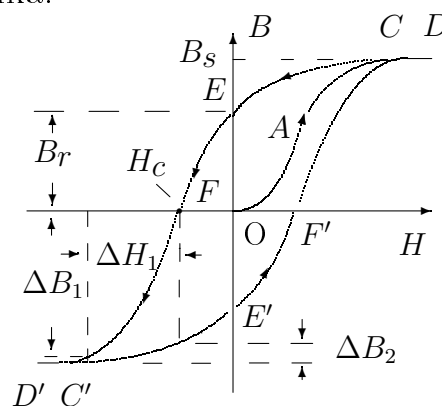
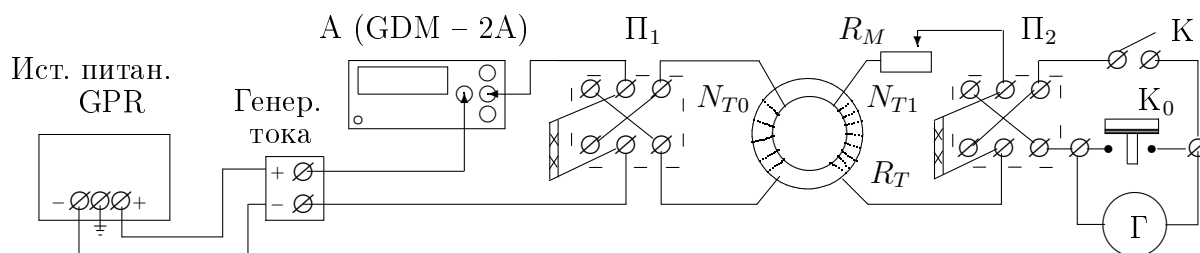
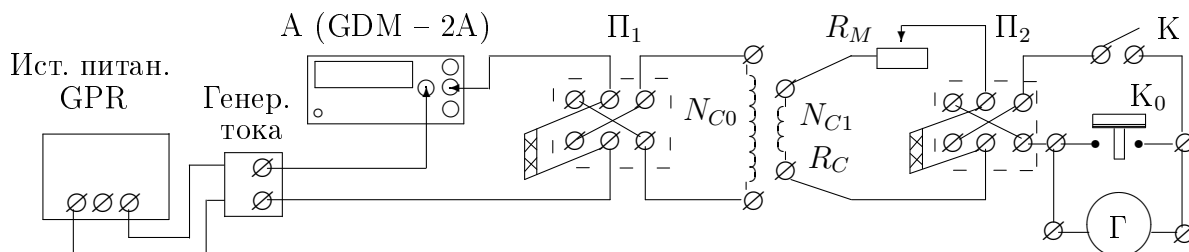
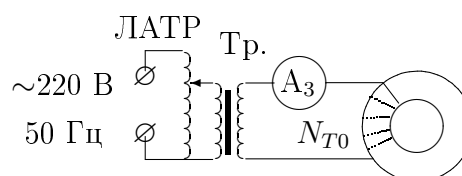

Рис. 1. Петля гистерезиса ферромагнетика
Рис. 4. Схема установки для исследования петли гистерезиса
Рис. 5. Схема установки для калибровки гальванометра
Рис. 6. Схема установки для размагничивания образца
Магнитная индукция B и напряжённость магнитного поля H в ферромагнитном материале неоднозначно связаны между собой: индукция зависит не только от напряжённости, но и от предыстории образца. Связь между индукцией и напряжённостью поля типичного ферромагнетика иллюстрирует рис. 1.
Экспериментальная установка. Схема для исследования петли гистерезиса представлена на рис. 4. К источнику постоянного напряжения (GPR) подключён специальный генератор, позволяющий скачками менять токи в намагничивающей обмотке. Одинаковые скачки ΔI ($\sim \Delta H$) вызовут разные отклонения зайчика гальванометра Δx ($\sim \Delta B$) на разных участках петли: на рис. 1 скачок ΔH_1 может дать и ΔB_1 на участке FD' , и ΔB_2 на участке $D'E'$. Поэтому генератор меняет ток неравномерно: большими скачками вблизи насыщения и малыми вблизи нуля.
Схема на рис. 5 отличается от схемы на рис. 4 только тем, что вместо тороида подключён калибровочный соленоид.
Чтобы снять начальную кривую намагничивания, нужно размагнитить сердечник. Для этого тороид подключается к цепи переменного тока (рис. 6). При уменьшении амплитуды тока через намагничивающую обмотку от тока насыщения до нуля характеристики сердечника B и H «пробегают» за секунду 50 петель всё меньшей площади и в итоге приходят в нулевую точку.
Исследование петли. Измерения начинаются с максимального тока (точка C на рис. 1). Переключая тумблер генератора, следует фиксировать ток, соответствующий каждому положению тумблера, и отклонение зайчика Δx , соответствующее каждому щелчку тумблера. Дойдя до нулевого тока (точка E), следует при размыкании ключа Π_1 зафиксировать последний отброс гальванометра вблизи точки E . Следующий отброс — при замыкании ключа Π_1 . Ток вблизи нуля меняется мало, но скачки Δx обычно заметны. Это соответствует вертикальным участкам петли.
1. Соберите схему согласно рис. 4: предварительно расположите ключи так, чтобы удобно было снимать отсчёты; ключ Π_1 — ближе к амперметру; ключи Π_2 и К — ближе к ключу K_0 , куда подведены концы гальванометра. При сборке схемы и наладке первичной цепи тороида ключ К разомкнут (!).
6. Соберите схему согласно рис. 5. Для этого достаточно в схеме, изображённой на рис. 4, вместо тороида подключить соленоид с измерительной катушкой.
7. Начальную кривую намагничивания (участок OAC на рис. 1) можно снять по той же схеме (рис. 4), если предварительно размагнитить тороид в цепи переменного тока. Для этого соберите схему, изображённую на рис. 6, на отдельном столе: обмотку N_{T0} тороида подключите через амперметр переменного тока к выходу разделительного трансформатора Тр. Включите ЛАТР в сеть и установите ток, соответствующий насыщению ($I \simeq 3$ А). Ручкой ЛАТРа медленно (за 5-10 с) уменьшайте ток до нуля. Образец размагнитен. Отключите ЛАТР от сети и отсоедините тороид.
8. Вновь подсоедините тороид к цепи, изображённой на рис. 4. Установите тумблер генератора на минимальный ток (позиция 1) и снимите начальную кривую намагничивания, скачками увеличивая ток от нуля до I_{\max} . Напомним, что первый отброс даёт замыкание ключа Π_1 . В случае сбоя в измерениях образец надо снова размагнитить.
Построение удобно начать с максимального значения \mathbf{H} (точка C или C' на рис. 1). Переход к следующему значению \mathbf{H} соответствует первому скачку ΔB и т.д. Отложив все ΔB по одной стороне петли и дойдя до насыщения, постройте вторую сторону таким же образом.